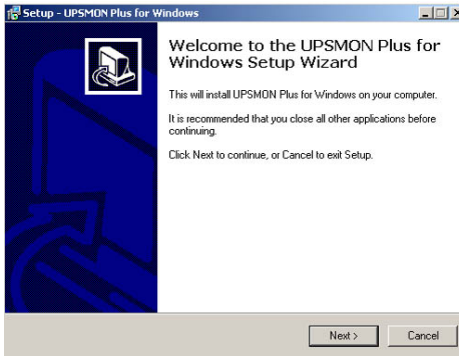

Рис. 5.3
2. Появляется окно с надписью «**Welcome**» в начале первой строки; пожалуйста, ознакомьтесь с инструкциями, а затем кликните курсором мышки команду «**Next**» (**Дальше**) (см. рис. 5.3)